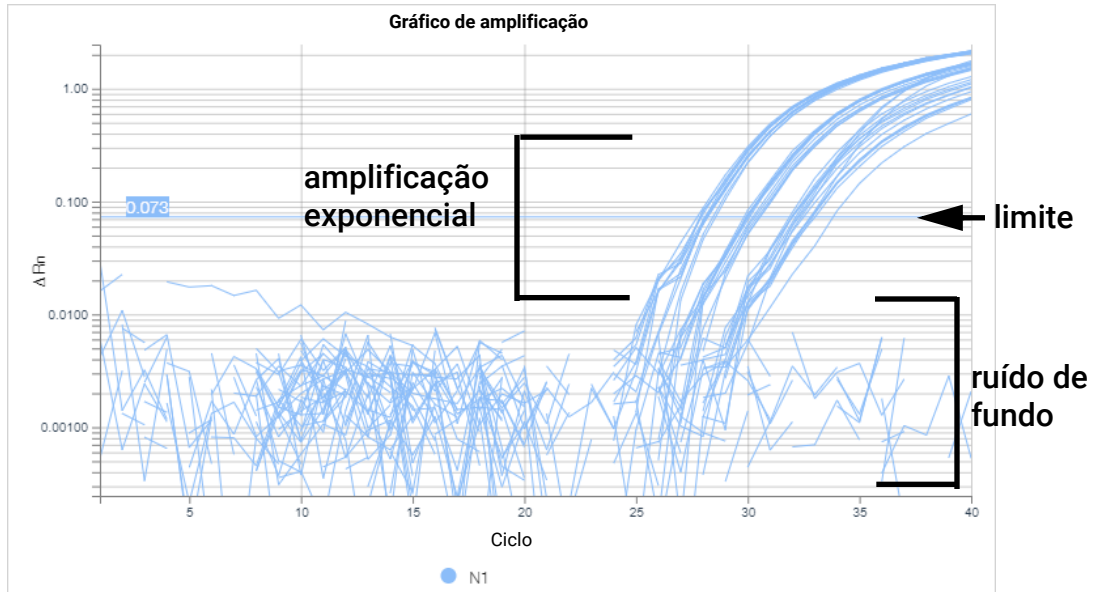

Figura 30 Gráficos de amplificação do Design & Analysis para o alvo N1
- c Determine se o limite é suficientemente alto para estar acima do ruído de fundo e suficientemente baixo para incluir os gráficos na fase de amplificação exponencial (consulte a **Figura 30**). Com base nesta determinação, prossiga como indicado na **Tabela 14**.